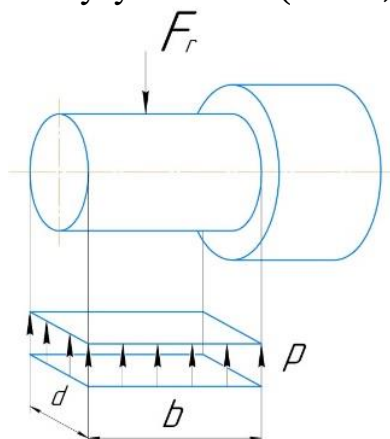

Рисунок 2.
2. Определить ширину подшипника скольжения для вала червячного колеса редуктора (рисунок 2) и окружную скорость цапфы, если ее диаметр $d = 60\text{ мм}$, частота вращения вала $n = 83\text{ об/мин}$, радиальная нагрузка $F_r = 9540\text{ Н}$. Материал вкладыша чугуи АЧС-1 ($\vartheta = 0,2\text{ м/с}$) (ПК-5).